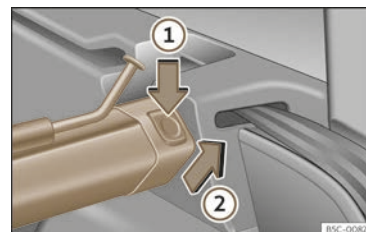

Abb. 199 Im Gepäckraum: Trennwandnetz ausbauen.
- Linke oder rechte Entriegelungstaste >>> (Abb. 199) in Pfeilrichtung ① drücken.
- Gehäuse in Pfeilrichtung >>> (Abb. 199) ② aus der Halterung herausnehmen.
- Gehäuse links und rechts entgegen der Pfeilrichtung >>> (Abb. 199) ② in die Halterungen drücken, bis es einrastet. Die roten Markierungen an den Entriegelungstasten dürfen nicht mehr sichtbar sein.